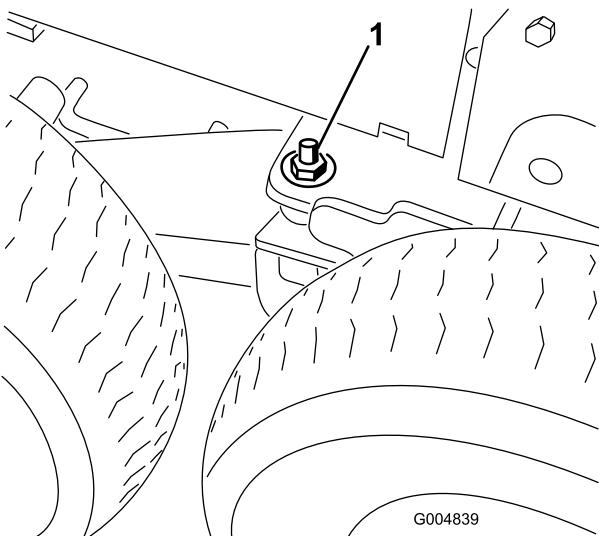

Figura 118
43. Retire la arandela plana ($\frac{1}{2}$ ") y la tuerca ($\frac{1}{2}$ ") instaladas en el espárrago del pivote del bogie (Figura 118).